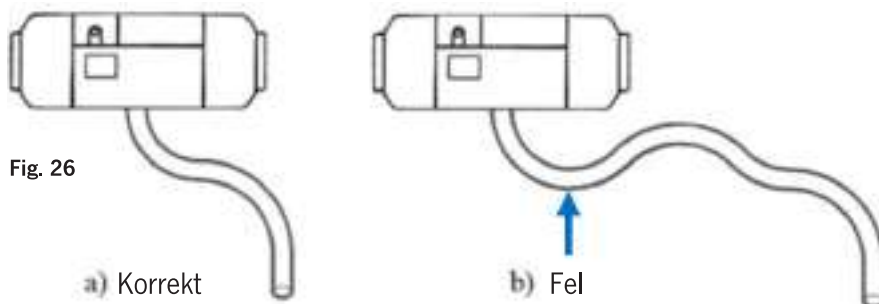

Fig. 26
- Montera förbränningsluftinloppsröret och avgasröret i en kontinuerlig nedåtgående riktning från värmaren för att släppa ut kondensvatten. Fig. 26.